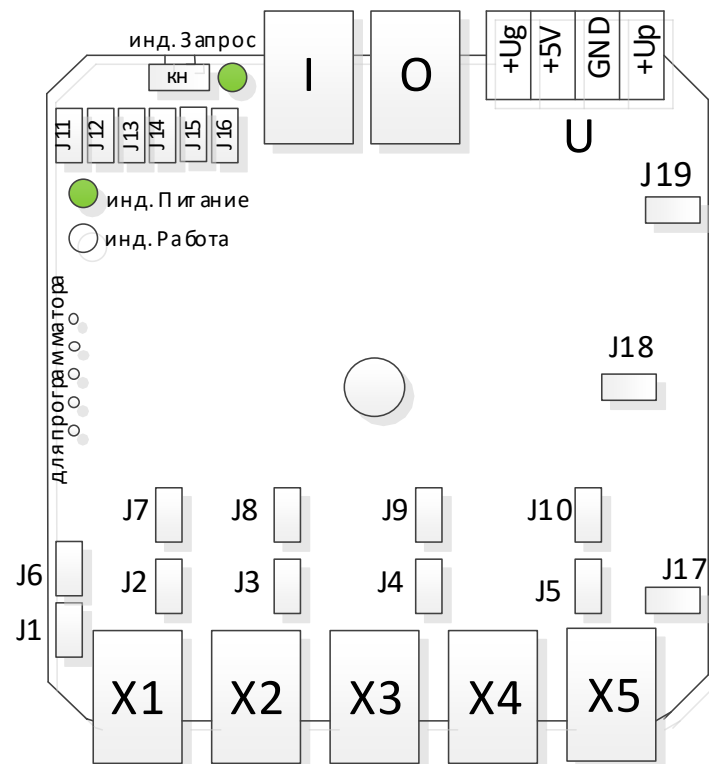
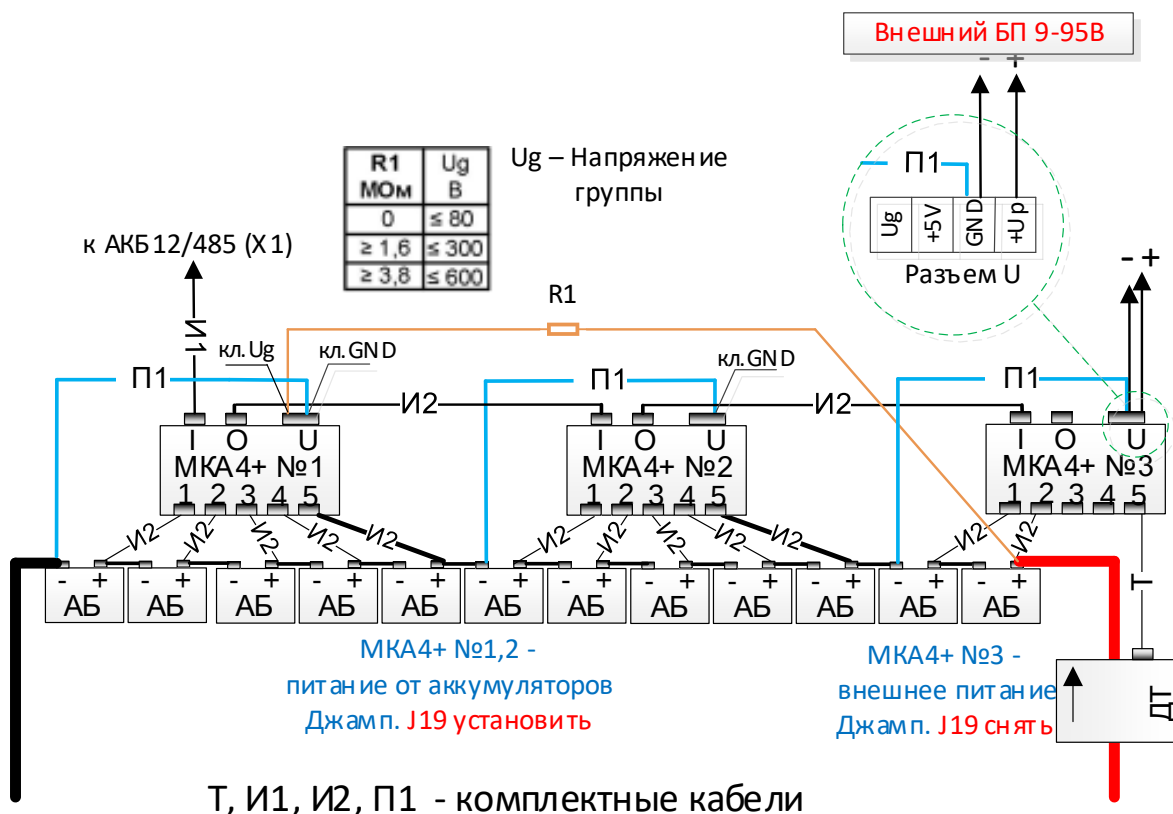

Рис.5 Размещение функциональных элементов на плате МКА4+
Рис.6. Обобщенная схема внешних соединений МКА4+. Вместо комплектных кабелей **И1, И2** с июля 2026г. поставляются их модификации **И1В, И2В** соответственно.
На рис.6 приведена обобщенная для всех типов АБ (по напряжению) схема подключения. Жирными линиями выделены кабели И2 (И2В) и П1, по которым подается питание на МКА4+, подключаемые обязательно и в первую очередь.
Датчики тока, как наиболее энергопотребляющие и сильнее влияющие на разбалансировку АБ, подключаются к специально выделенному МКА4+, который должен получать питание от ЭПУ или от внешнего источника питания. (Пока в ПО и web-интерфейсе реализовано подключение только одного ДТ на вход Х5. См. рис.6 МКА4+ №3) Датчики тока не имеют гальванической связи с силовой цепью, в которой замеряется ток. Поэтому они могут включаться как в «плюсовую», так и в «минусовую» шины. На корпусе датчика нанесена стрелка, указывающая направление тока в шине, протекающего от точки с высшим потенциалом в сторону низшего, которое принято, как положительное и соответствует заряду АБ в системе мониторинга. При протекании тока в противоположную сторону фиксируется режим разряда.
В реальных ЭПУ нередко применяются предохранители, разъединители и/или автоматические выключатели защиты линий, отходящих от групп АБ, от перегрузки, короткого замыкания, глубокого разряда АБ или для временного выведения АБ из работы. Для контроля положения таких выключателей, а также контроля целостности и качества контактов в соединительных силовых цепях АБ рекомендуется «мониторить» напряжения групп, как замеренные напрямую, так и вычисляемые (сумма напряжений всех АБ в группе, осуществляется АКБ12/485). В качестве замеренных используются данные от модуля ЭПУ485. Следует учитывать, что режим разряда сопровождается протеканием значительных токов, и в случае плохого контакта в соединительной перемычке между АБ, возможен повышенный разогрев перемычки. Благодаря тепловому контакту термодатчиков КПРJ с борнами (клеммами) АБ и перемычками имеется возможность обнаружить такой повышенный нагрев (в случае достаточно длительного режима «разряд»). Желательно отличать такой нагрев от разогрева самой АБ. Это должно учитываться при осмотре «проблемных» АБ. В изделиях версии 4 и выше с прошивкой xxx и выше взамен данных от ЭПУ485 можно использовать данные от дополнительного измерительного входа U_d (напряжение группы) клеммника U (см. рис. 5). На этот вход должно подаваться напряжение с такой точки, которая наиболее полно отвечает задаче контроля целостности проводов. Пример подключения приведен на рис.6. Вследствие большого коэффициента деления измеряемого напряжения возможно расхождение измеренных и вычисленных показаний по группе. С целью устранения этого рекомендуется ручная корректировка передаточного коэффициента измеряемого напряжения. Желательно производить это при полностью заряженных батареях, длительно находящихся в буферном режиме, и имеющих стабильное установившееся значения напряжения всех входящих в данную группу АБ. Такая функция особенно информативна в начале режима разряда батарей вследствие наибольших токов, протекающих через АБ.
3. Выполнить монтаж кабелей согласно схемам на рис. 6...10 или разработанной самостоятельно на их базе. Разъемы к МКА4+ и клеммы к батареям не подключать!